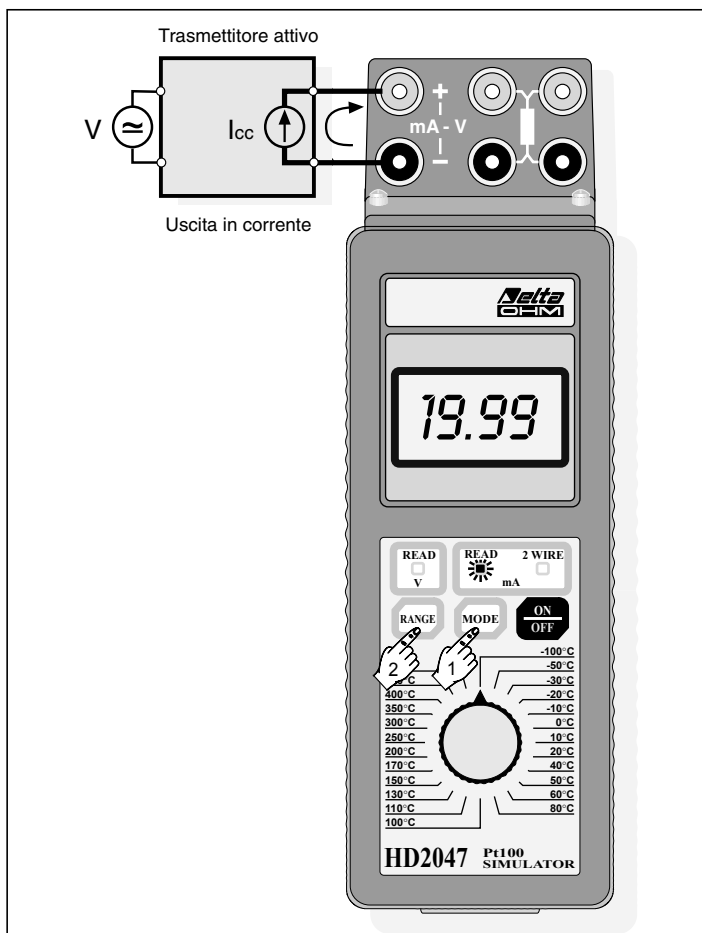

Fig. 2 Misura di corrente continua
Procedura (vedere fig.2):
- collegare i fili alle boccole come riportato in fig.2 rispettando la corretta polarità: la corrente, per essere letta, deve entrare dalla boccola +;